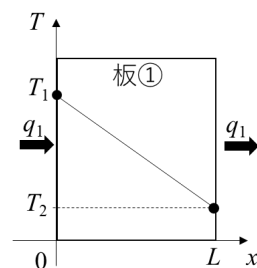

図 2-1
- 1) 図 2-1 に示した厚さ L の板① (熱伝導率 k_1) の左表面 ($x=0$) の温度が T_1 、右表面 ($x=L$) の温度が $T_2 (< T_1)$ で一定に保たれているとき、板①を通る熱流束 q_1 は